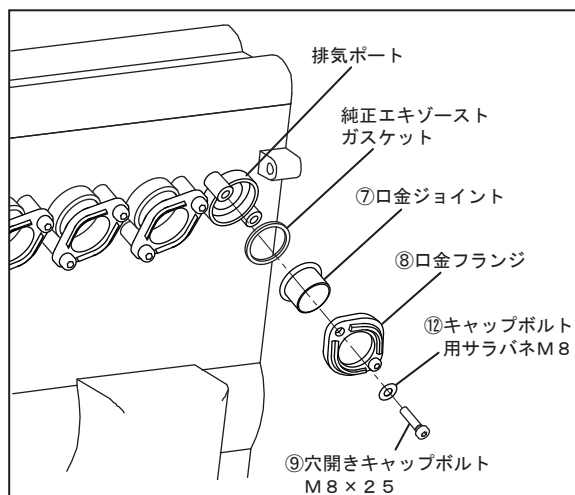

FIG. 2
6. 純正エキゾーストガasketを新品に交換し、⑦口金ジョイントに⑧口金フランジをはめ込み、⑨キャップボルト(穴開き) M8×25、⑫キャップボルト用サラバネ M8を使用して排気ポート部に仮締めして下さい。(FIG. 2 参照)